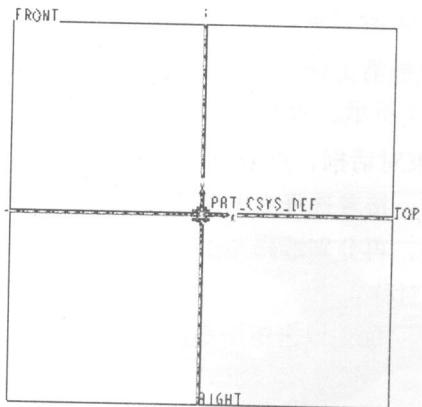

图 1-12 绘制两中心线
(1) 点击下拉菜单“文件”(File)→“新建”(New)，使用缺省设置，直接点击确定按钮。再点击下拉菜单“插入”(Insert)→“拉伸”(Extrude)或从右工具条上点取。系统弹出拉伸功能操作面板后，再点取操作面板上的“放置”(Placement)二字，系统弹出上滑面板，再点击其上的“定义”(Define)二字，系统弹出对话框，用鼠标左键选择“FRONT”基准面，再点击对话框中的“草绘”(Sketch)按钮，在弹出的对话框中，点取“关闭”(Close)，即进入草绘功能。
(2) 点击文件菜单“草绘”(Sketch)→“线”(Line)→“中心线”(Centerline)或从右工具条上点取，点击这个图标 上的箭头按钮，系统弹出子工具条：，点取最右边的中心线按钮 ，分别绘制与水平和垂直基准线重合的两条中心线，如图 1-12 所示。